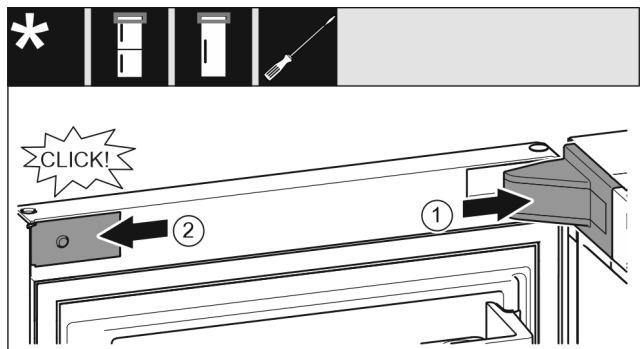

Fig. 34
- ▶ Vendosni kapakun mbulues të bazamentit mbështetës dhe mbërthejeni në vend, duke i ndarë nga njëri-tjetri nëse nevojitet. Fig. 34 (1)
- ▶ Vendosni panelin mbulues anash dhe mbërthejeni në vend. Fig. 34 (2)